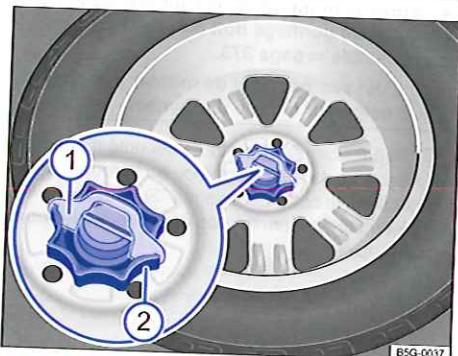

Fig. 220 Dans le coffre à bagages : molette pour la fixation de la roue de secours
- Le cas échéant, retirez la clavette de la sécurité antirotation **fig. 220 ①** vers le haut.
- Dévissez entièrement la molette située au centre de la roue de secours **②** en la tournant dans le sens inverse des aiguilles d'une montre puis retirez la roue de secours.